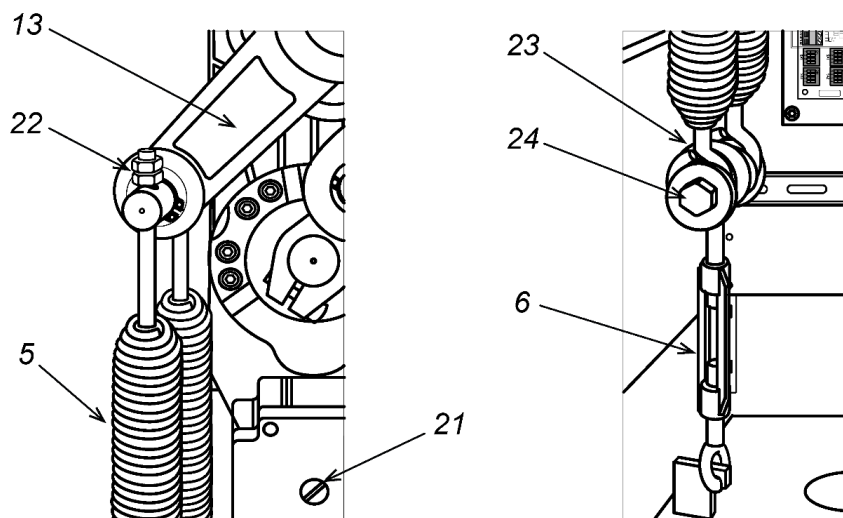

Рисунок 12. Установка балансировочных пружин
5. Также регулировать натяжение пружины можно при помощи гаек (22) на верхней шпильке пружины (см. рис. 12), при этом над гайками должно быть не менее 3-5 витков резьбы.